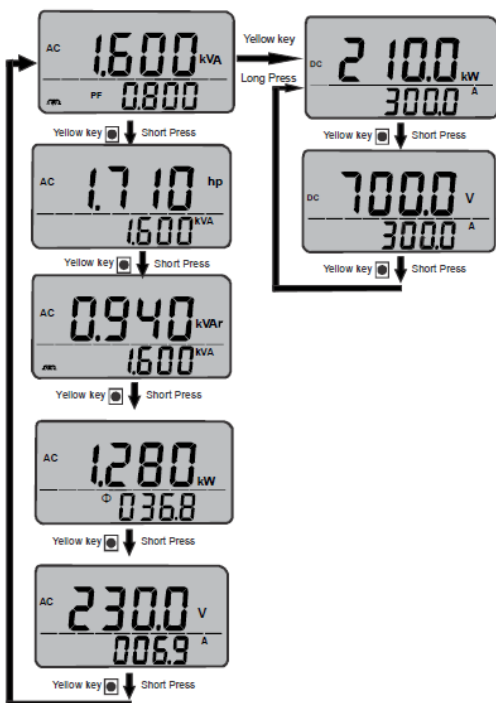

Fig 10.1 Schermate di misurazione della potenza
- ☞ Collegare i puntali di prova di tensione come mostrato in fig 10.1.
- ☞ Collegare la pinza come mostrato in fig. 10.1.